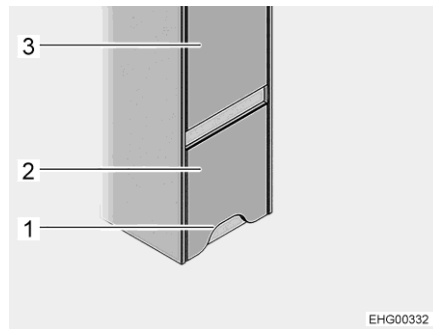
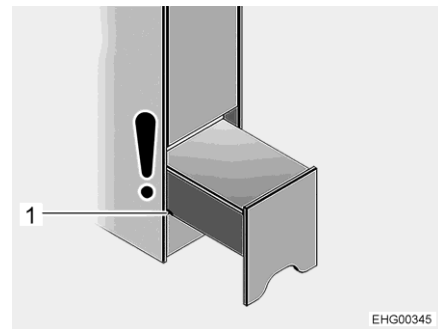

Fig. 93 Aide à la montée (fermée)
Fig. 94 Aide à la montée (position nocturne)
L'aide à la montée est montée du côté droit du véhicule, sous la penderie (Fig. 93,3) située devant le lit arrière.
- ▷ La porte du cabinet de toilette se trouve en face de l'aide à la montée. Tant que l'aide à la montée n'est pas entièrement sortie ("position nocturne", voir Fig. 94), la porte du cabinet de toilette peut encore être ouverte. Quand l'aide à la montée est entièrement sortie pour avoir accès au compartiment de rangement, la porte du cabinet de toilette ne peut plus être entièrement ouverte.
- Saisir l'aide à la montée (Fig. 93,2) par l'évidement (Fig. 93,1), soulever légèrement et ouvrir jusqu'à la première rainure (Fig. 94,1) (position nocturne).